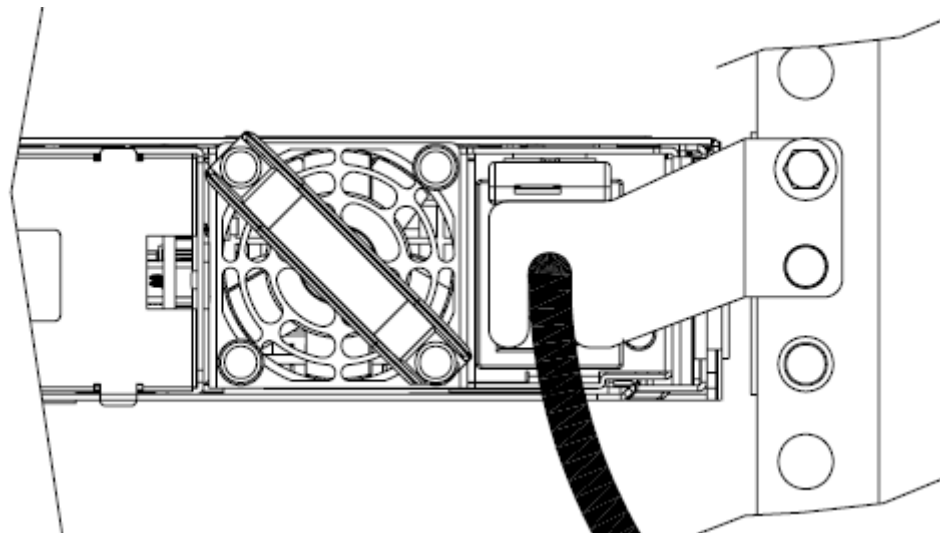

図 45. ケーブル保持ブラケットが取り付けられている SAN ボリューム・コントローラー 2145-8G4
2. キャビネット背面で、電源機構の隣にあるノードのサイド・レールから固定ボルトを取り外します。 図 45 を参照してください。